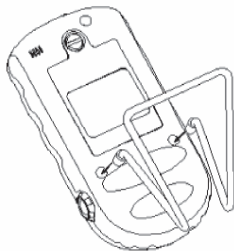

Figure 2-3 Fixation support
4) Fixer le support, comme indiqué sur la figure 2-3.